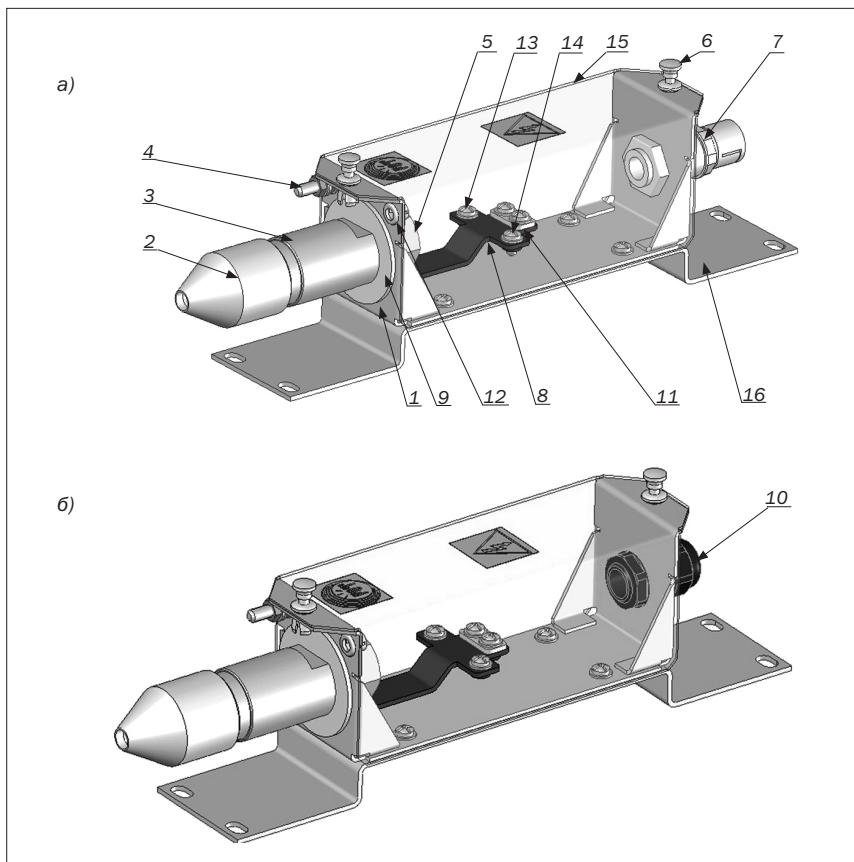

Рисунок 1.1 – Общий вид ВКУ-1 (а) и ВКУ-2 (б)
- ВКУ-1 комплектуется вводом кабельным WR0909S (поз. 7 рис. 1.1), обеспечивающим вывод ОМ кабеля в полимерной гофрированной трубке, которая крепится к этому вводу;
- ВКУ-2 комплектуется вводом кабельным MG16A-10B (поз. 10 рис. 1.1), обеспечивающим вывод кабеля во внутренней оболочке, сердечник которого не содержит металлических конструктивных элементов.
**1.1.3** Общий вид ВКУ-1 показан на *рис. 1.1а*, общий вид ВКУ-2 – на *рис. 1.1б*.
**1.2.1** ВКУ поставляется в собранном виде (*рис. 1.1*). Комплект поставки ВКУ указан в *приложении А*.
- закрепить наконечник кабельный перемычки на кронштейне винтом (поз.13 рис.1.1).
**4.4.10** Закрепить ЦСЭ кабеля на кронштейне планкой (поз.11 рис. 1.1) в соответствии с рис. 4.11. Излишек длины ЦСЭ обрезать на расстоянии 10 мм от места зажима.
**4.4.11** Ввести конец провода заземления (провода подключения металлических конструктивных элементов ОК к защитному заземлению) внутрь корпуса ВКУ-1 через отверстие втулки изолирующей пластмассовой (поз.12 рис. 1.1).
Закрепить наконечник кабельный провода заземления на кронштейне винтом (поз.14 рис. 1.1) в соответствии с рис. 4.11.
**4.4.12** Надвинуть на смонтированный ВКУ-1 кожух (поз. 15 рис. 1.1) и зафиксировать его ручками-цангами (поз.6 рис. 1.1).
**Примечание.** При необходимости ВКУ может быть закреплен без применения кронштейна (поз. 16 рис. 1.1).
**4.4.16** Подключить корпус ВКУ-1 к защитному заземлению, соединив наконечник кабельный соответствующего провода заземления (в комплект поставки ВКУ не входит) с шпилькой заземления корпуса (поз. 4 рис. 1.1).
Ввести ОК во внутренней оболочке в торцевую часть ВКУ-2 с выводом кабельным МГ16А-10В (поз.10 рис. 1.1) и продвинуть корпус ВКУ-2 до узла заделки бронепокрова ОК.